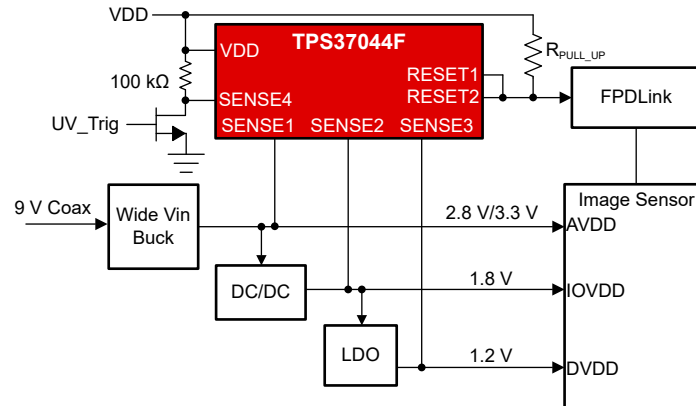

図 8-4. TPS37044F クワッド チャネル監視、機能安全用手動セルフ テスト オプション付き
図 8-4 に、手動セルフ テスト機能を実装できるセルフ テスト方式を示します。任意の SENSEx ピンを予約し、出力で観察されるフォルトのトリガーに使用することで、フォルト検出のために TPS3704 をあらかじめ確認することができます。TPS3704 は、機能安全に準拠したマルチチャネル スーパーバイザであり、ファクトリ オートメーションやモーター ドライブなどのアプリケーションで IEC 61508 要件および産業用セーフティ インテグリティ レベルを達成しています。この例では、SENSE4 スレッシュホールドが OV で 5.5V、UV で 2V に設定された個別の低電圧および過電圧 (UV/OV) 出力用に構成された TPS37044F を使用しています。
図 8-4 に、手動セルフ テスト機能を実装できるセルフ テスト方式を示します。SENSE4 は、過電圧 (OV) スレッシュホールドが 5.5V、低電圧 (UV) スレッシュホールドが 2V に設定されており、100kΩ の抵抗を介して VDD に接続できます。セルフ テストの設定によって、TPS37044F に電力供給するレールには過電圧検出器が組み込まれ、追加の利点となります。機能安全の観点からは、電圧スーパーバイザが動作限界の推奨値を外れて動作している場合、電圧スーパーバイザの信頼性は低くなります。